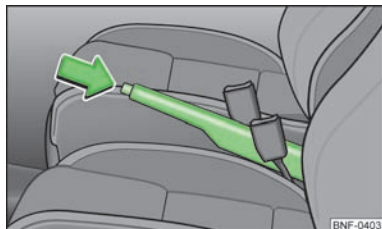

Fig. 62
- Puxe a alavanca do travão de mão um pouco para cima e pressione **simultaneamente** o botão de bloqueio » Fig. 62.